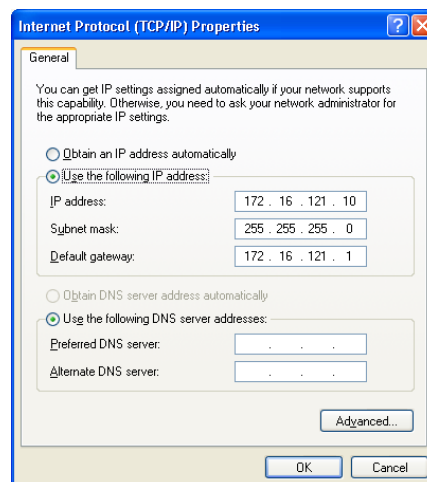

Figura 2. Defina as propriedades de rede do computador manualmente para se conectar ao AutoRAE 2.
7. Defina o endereço de IP da porta Ethernet do computador, a máscara de sub-rede e o gateway padrão manualmente como mostrado na Figura 2 para se conectar ao AutoRAE2.